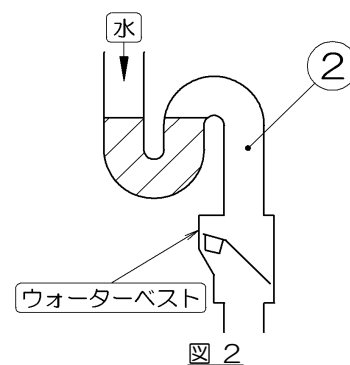

図 2
水封式トラップが上流側でウォーターベストを下流側に併用した場合には、水封式トラップとウォーターベスト間（図2②）に上記のような圧力変動を起こすことはなく、ダンパは開閉するため、ダブルトラップにはなりません。